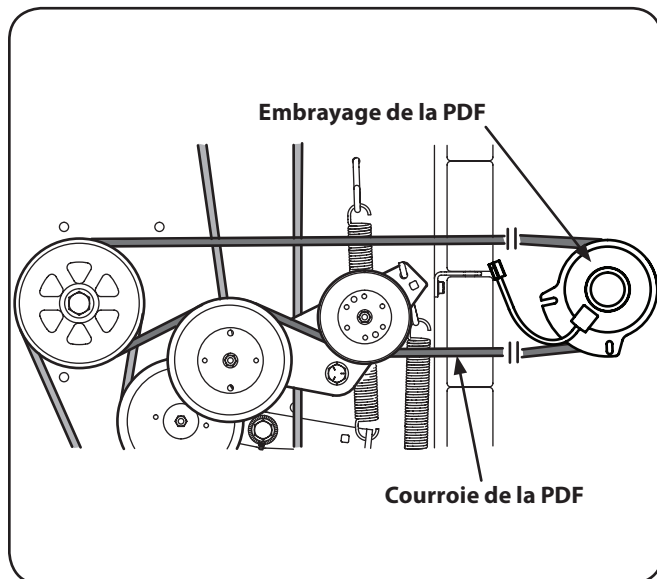

Figure 7-5
1. Retirez la courroie de la prise de force du plateau de coupe comme indiqué dans la sous-section *Démontage du plateau de coupe*. Retirez ensuite la courroie de l'embrayage de la prise de force. Voir Figure 7-5.
2. Installez la courroie de la prise de force comme indiqué à la Figure 7-5. Après avoir installé la courroie autour de la poulie de la prise de force, insérez un bras de force de $\frac{1}{2}$ " dans le support de la poulie de tension, puis tournez-le vers la droite de la tondeuse pour compléter l'installation de la courroie autour de la poulie de tension.